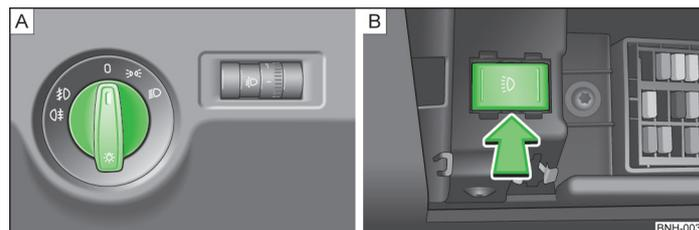

Fig. 18 Tableau de bord : Commutateur d'éclairage/Boîte à fusibles : Commutateur pour éclairage diurne
Sur les véhicules avec **direction à droite**, la disposition des commutateurs diffèrent partiellement de celle représentée sur la » fig. 18 » page 33. Les symboles illustrant les positions des boutons sont toutefois identiques.
- Faites tourner le commutateur des feux » fig. 18 - A sur la position «».
- Faites tourner le commutateur des feux » fig. 18 - A sur la position ☷.
- Faites tourner le commutateur des feux » fig. 18 - A sur la position 0.
Faites tourner le commutateur des feux » fig. 18 -  » page 33 sur la position 0.
- Appuyez sur la touche » fig. 18 -  » page 33 à droite.
- Appuyez sur la touche » fig. 18 -  » page 33 à gauche.
- Faites tourner le commutateur des feux » fig. 18 -  » page 33 sur la position  et verrouillez le véhicule.